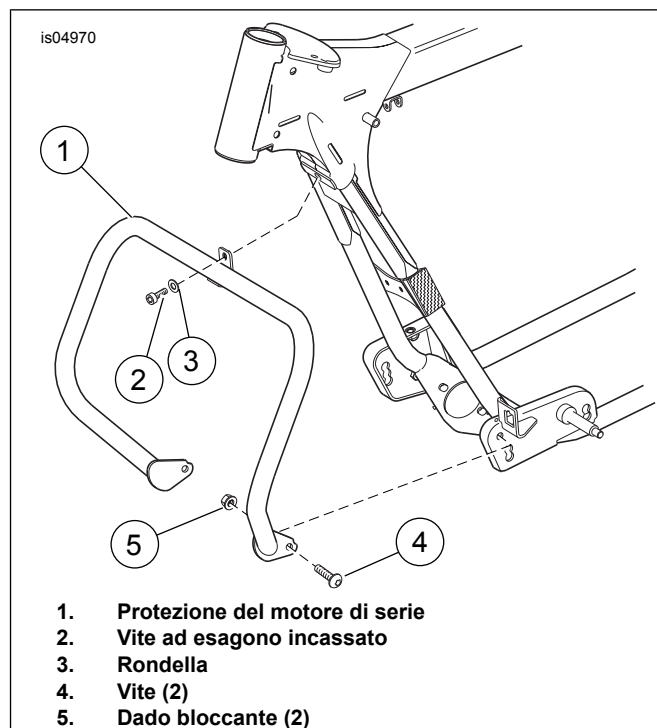

Figura 3. Installazione della protezione del motore
1. Vedere Figura 3. Rimuovere ed eliminare le due viti (4) e i dadi bloccanti (5) che fissano la base della protezione del motore di serie (1) al telaio della motocicletta.
2. Rimuovere ed eliminare la vite ad esagono incassato (2) e la rondella (3) che fissano la parte superiore della protezione. Rimuovere la protezione del motore dal telaio, prestando attenzione a non graffiare la vernice.